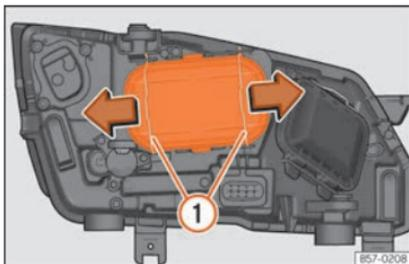

Fig. 53 No compartimento do motor: retirar a tampa.
- Desloque os tirantes »» **Fig. 53** ① no sentido da seta e puxe a tampa.